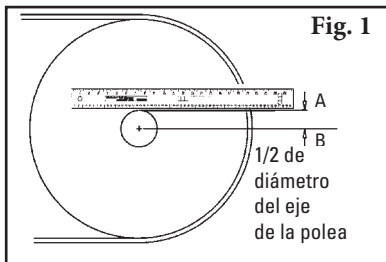

Fig. 1
- 2b. **Coloque una palanca en la parte superior del eje de la polea y dibuje una línea horizontal A.** Mida hacia abajo desde la Línea A la mitad del diámetro del eje de la polea y dibuje una Línea B paralela desde el centro del eje de la polea (Fig. 1).
- 2b. Coloque una palanca sobre el eje de la polea y marque con una A en la estructura.** Mida desde la marca A medio diámetro del eje de la polea y marque con una B, para ubicar el eje longitudinal del eje (Fig. 1).
Coloque el eje. Gire el eje hacia arriba para que las hojas estén en contacto con la polea motriz (Fig. 1). Centre las hojas en la banda. Mientras aplica una leve presión en la hoja central, mueva el montaje flojo del buje hasta que las hojas hagan contacto uniforme con todo el ancho de la banda. Fije el limpiador en esta posición al apretar los tornillos de montaje del buje.